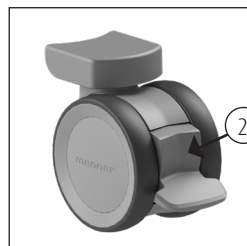

Figure 2. Pédales piètement.
- Pour déverrouiller le frein de la Lotus / Lotus Compact / Lotus XL, déplacez le même levier de frein sur la roue vers le haut. Dans les deux cas, en position assise et en position pivotante, les éléments du siège sont légèrement serrés. Cela empêche le siège de pivoter lorsque le client s'assoit sur la Lotus (2) (Cf. figure 2).